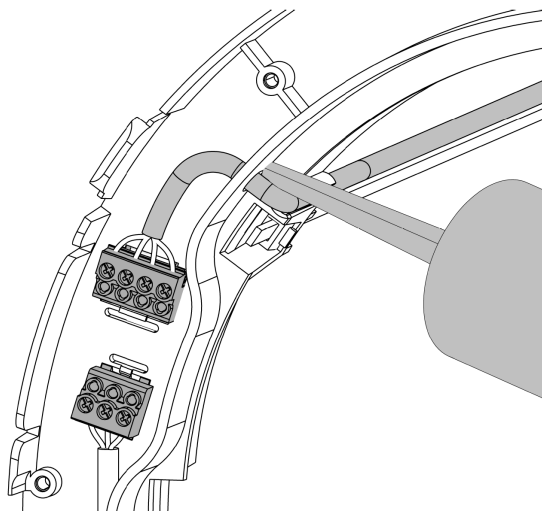

Figure 28 - Obturation du trou du câble
3. Obtenez **soigneusement** le trou du câble avec un produit d'étanchéité, de manière à éviter toute fuite d'air dans l'AM 50 (voir Figure 28 ci-dessous).